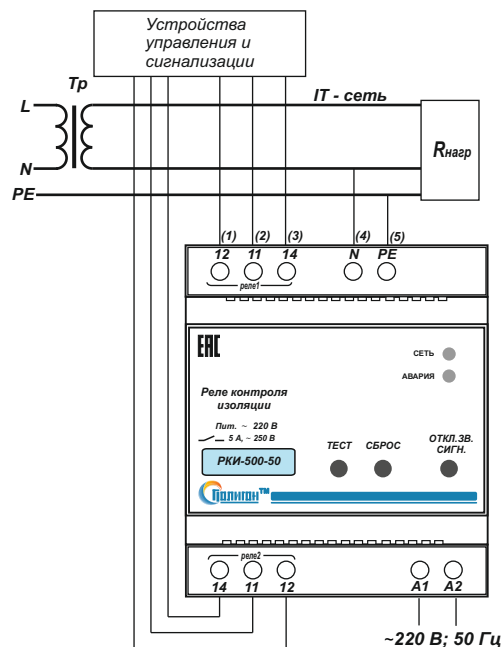

Рис.1. Типовая схема подключения блока РКИ-500-50 к однофазной сети.
4.3. Произвести подключение реле контроля изоляции РКИ-500-50 согласно маркировке (рис.1,2,3.): N(L) - нейтраль